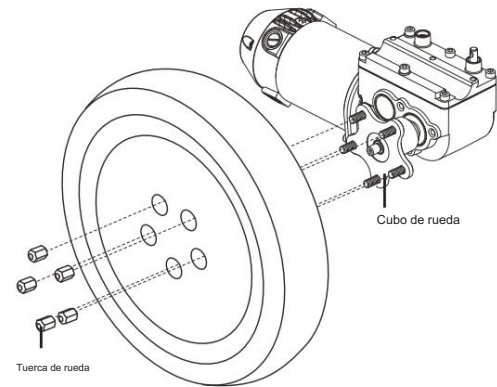

Figura 17. Rueda motriz
4. Retire las cinco (5) tuercas del cubo de la rueda. Véase la figura 17.